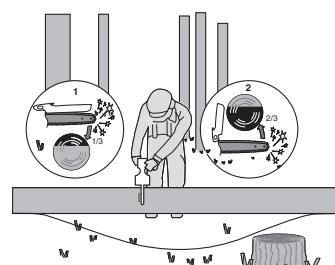

Abbildung 4
Wenn der Baumstamm gemäß Abbildung 4 an beiden Enden abgestützt ist, sägen Sie ein Drittel des Stammdurchmessers von oben ein (Vorhandschritt) (1). Führen Sie anschließend den endgültigen Schnitt (2) durch, indem Sie die unteren zwei Drittel des Stammes von unten sägen, um auf den ersten Schnitt zu treffen.